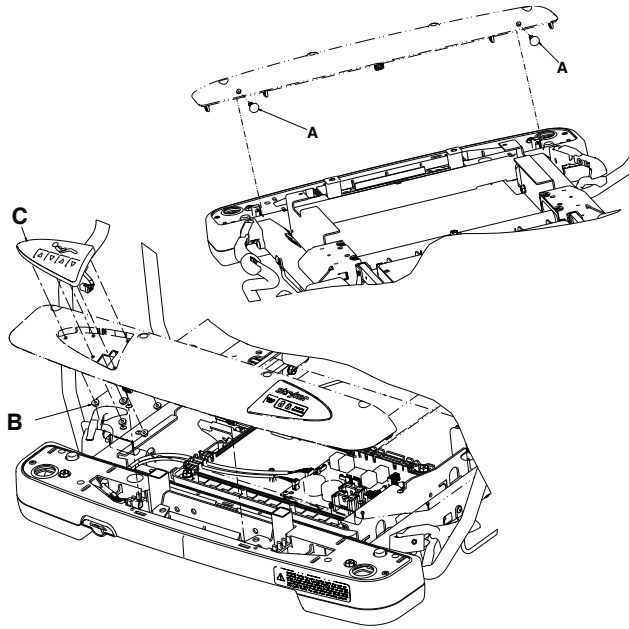

Figure 34 – Remplacement de la carte de commande de l'opérateur
4. À l'aide d'un tournevis à fente, retirer les deux fixations du panneau (A) (Figure 34). Conserver les fixations de panneau.